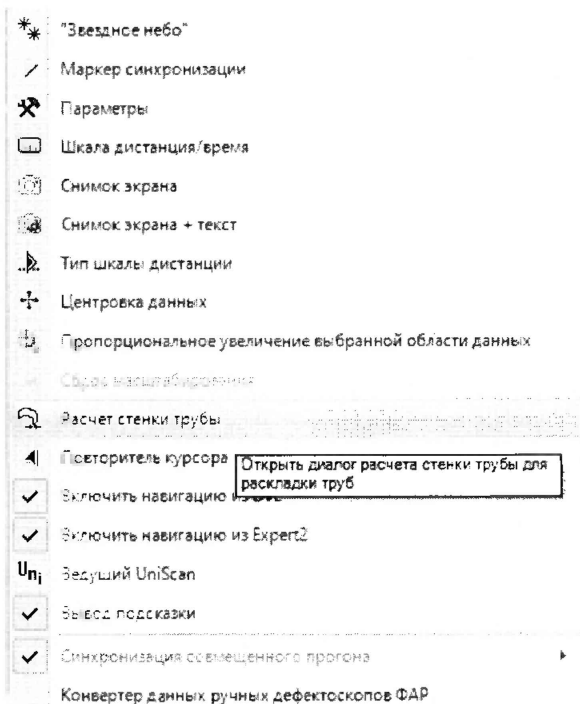

Рисунок 6 – Расчет толщины стенки трубы
8.3.13 Расчет толщины стенки трубы выполняется утилитой «Расчет толщины стенки трубы». Вызов данной утилиты производится из пункта «Сервис» главного меню, пункт «Расчет стенки трубы» (рисунок 6).